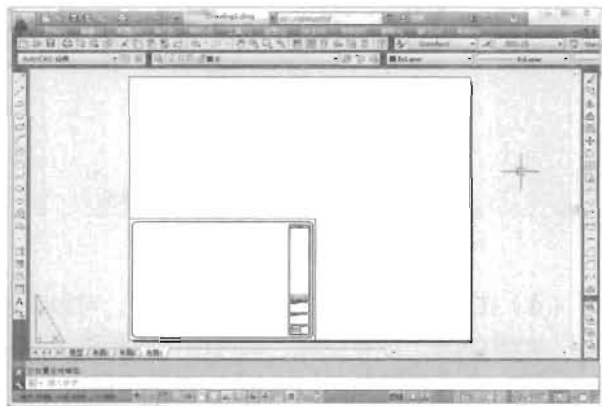

图 16-34
(8) 在“创建布局-完成”对话框中单击“完成”按钮，结束新布局的创建过程。新创建的布局如图 16-34 所示。